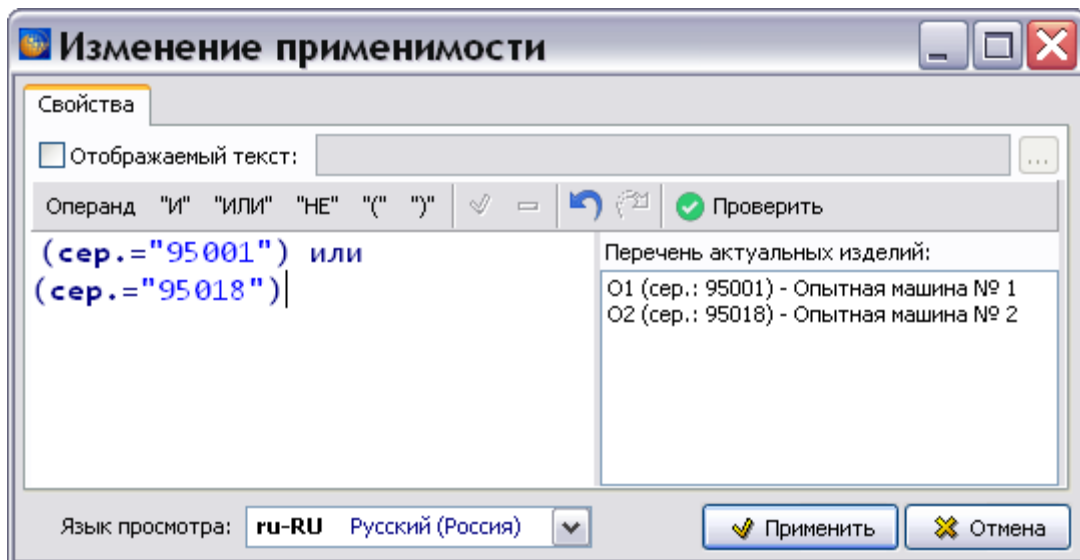

Рис. 21.174
4. Нажмите на кнопку **Заменить** или в меню **Обработка** выберите команду **Заменить**. После этого появится окно **Изменение применяемости** (Рис. 21.174).